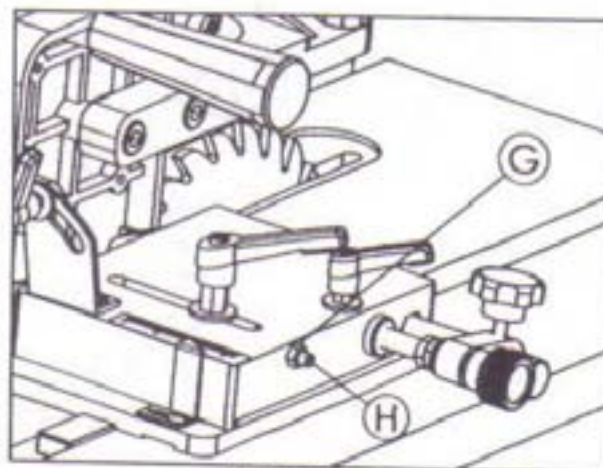

FIGURE 9
10. Tournez la vis (H), figure 9, dans le sens horaire jusqu'au bout. Ceci empêche au plateau de support vertical (C) d'aller accidentellement dans la lame. Serrez l'écrou (G).